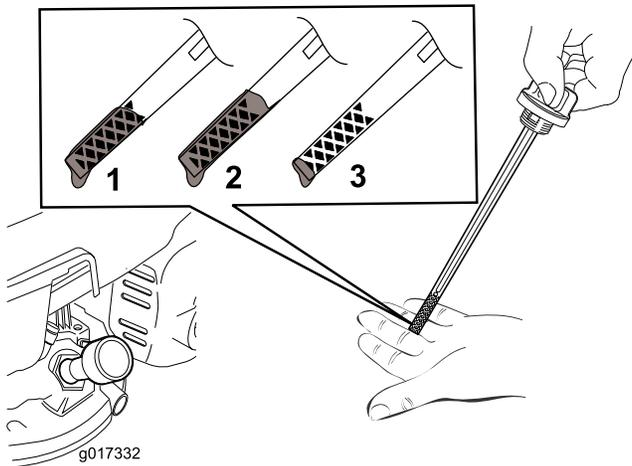

Figura 7
2. Togliete l'asta di livello (Figura 7).
Nota: Riempite la coppa dell'olio motore fino a quando l'asta di livello non indica che il livello dell'olio è corretto, come illustrato nella Figura 7. Se riempite eccessivamente il motore, estraete l'olio in eccesso come indicato in Cambio dell'olio motore \(pagina 15\).